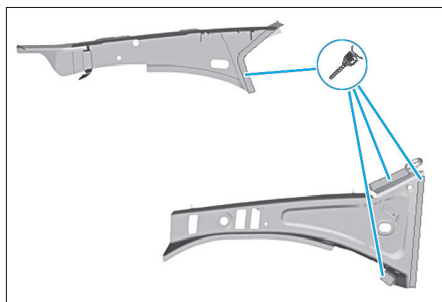

FIG. 15
- Percer des trous de Ø 7 mm dans le longeron du passage de roue en haut à l'intérieur sur le passage de roue (Fig.15).